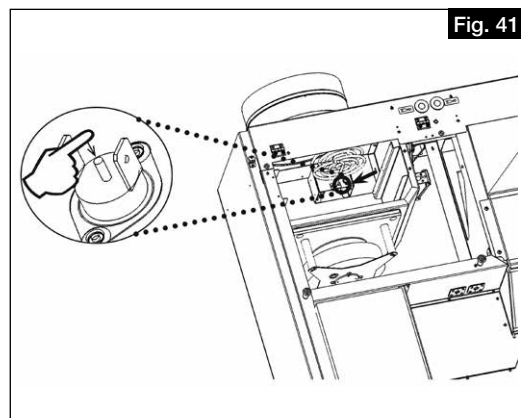

Fig. 41
2. Appuyer sur le bouton de réarmement pour le pré-chauffage électrique (voir fig. 41).